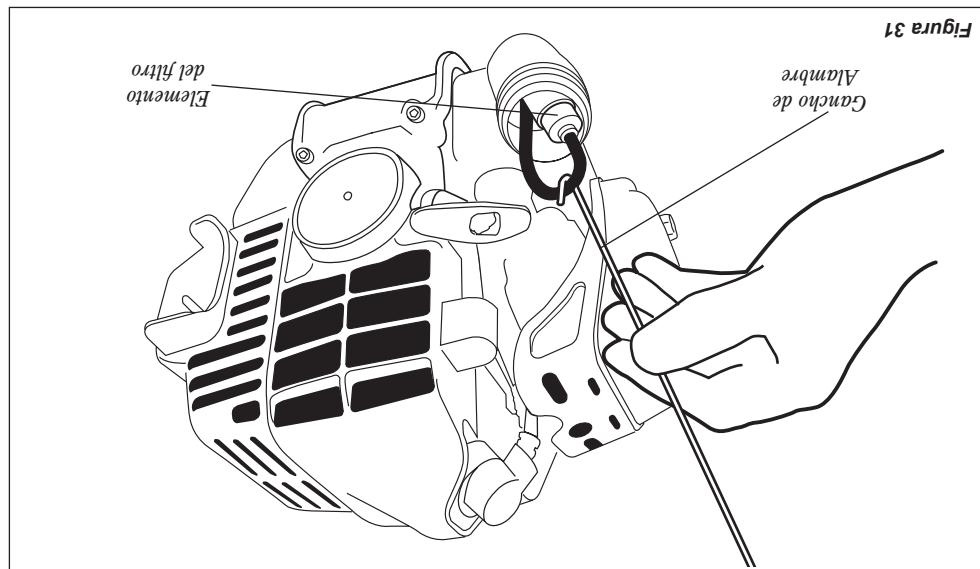

Figura 31
- Lubrifique las estriadas del eje principal. Use un gamcho de alambre para extraer el filtro de combustible del tanque de combustible. Consulte la figura 31.